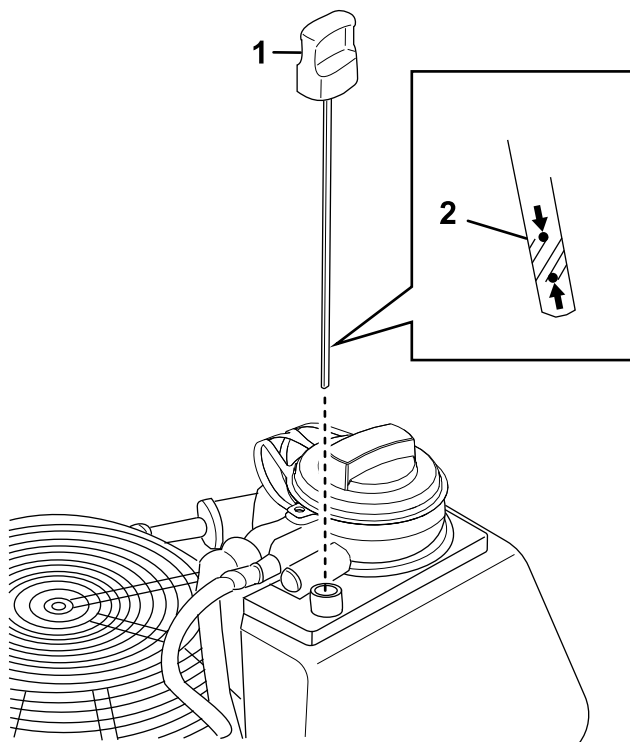

Figura 37
4. Retire la varilla y límpiela con un trapo (Figura 37).
6. Retire la varilla y compruebe el nivel de aceite. El aceite debe llegar al indicador de Lleno de la varilla (**Figura 37**).